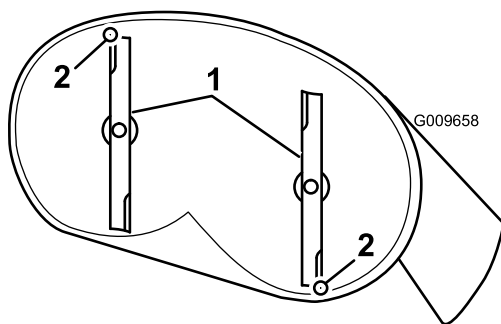

Figura 50
- Gire cuidadosamente las cuchillas colocándolas en el sentido de avance de la máquina (Figura 50).
5. Mida entre la punta de la cuchilla delantera y la superficie plana y entre la punta de la cuchilla trasera y la superficie plana (Figura 50). Si la punta de la cuchilla delantera no está entre 1,6 y 7,9 mm más baja que la punta de la cuchilla trasera, ajuste la contratuerca delantera.
1,6–7,9 mm más baja que la punta de la cuchilla más atrasada (Figura 50).